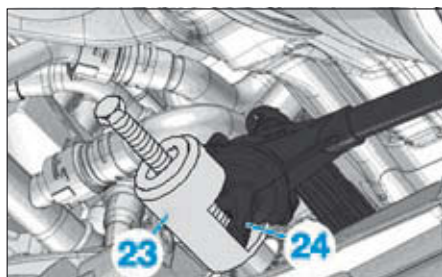

FIG. 21
- A l'aide d'un extracteur (23), retirer le levier de commande des vitesses (24) (Fig.21).